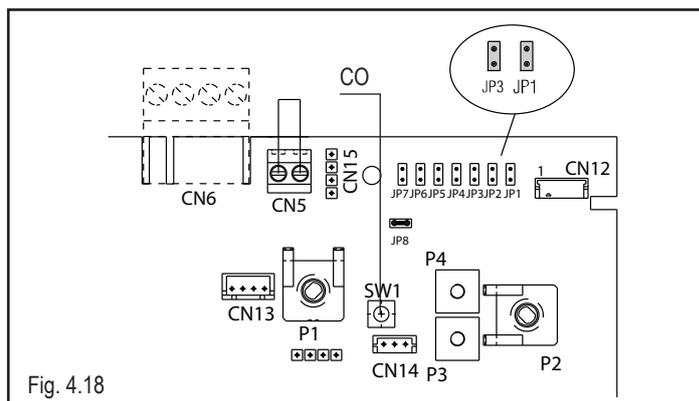

Fig. 4.18
- inserire i jumper JP1 e JP3 (Fig. 4.18)
- premere il pulsante "CO" (Fig. 4.18) e passare alla taratura del parametro successivo.
- Rimuovere il mantello, abbassare il cruscotto verso di sé e rimuovere il coperchietto ispezione parti elettriche per accedere al pulsante "CO" (Fig. 4.18).
- inserire il jumper JP1 (Fig. 4.18)